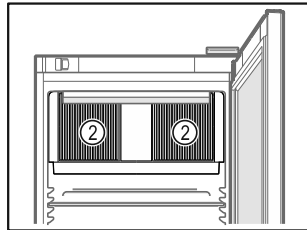

Fig. 71
- ❑ Cirkuliuojančio oro ventiliatoriaus vėsinimo plyšiai Fig. 71 (2) viduje turi būti neuždengti.